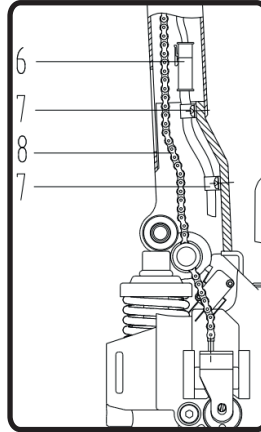
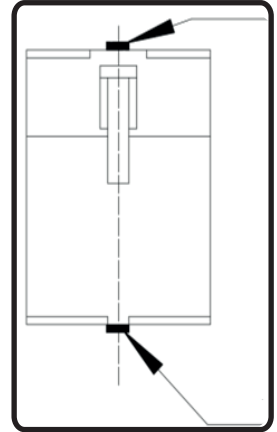

Figura 4
Figura 5
Conecte el cable del ensamblaje del brazo 5 al cuerpo de la transpaleta a través del contactor 6, apriételo con un conector para una conexión fiable (vea la Figura 5). Después de eso, arréglo para manipular el conjunto 5 mediante la clavija del punto 7 de acuerdo con la Figura 4.
4. Ver Figura 4 y 6, fijar el tornillo y la tuerca en el extremo de la cadena 8 en la ranura de la placa de palanca 11.